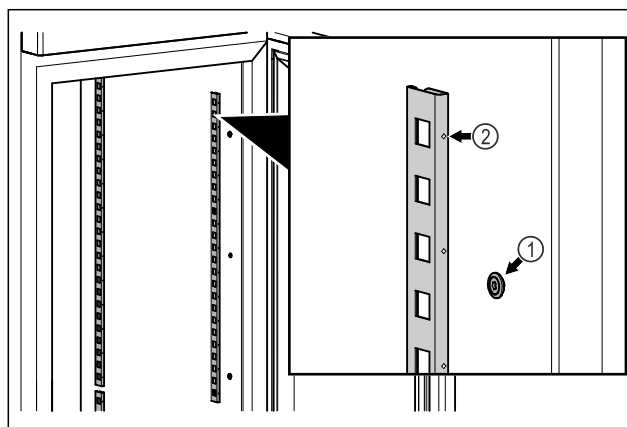

Fig. 56 Vejledende illustration
- Hægt glaslisterne Fig. 56 (1) fast i ophænget. Mærket Fig. 56 (2) skal pege fremad.